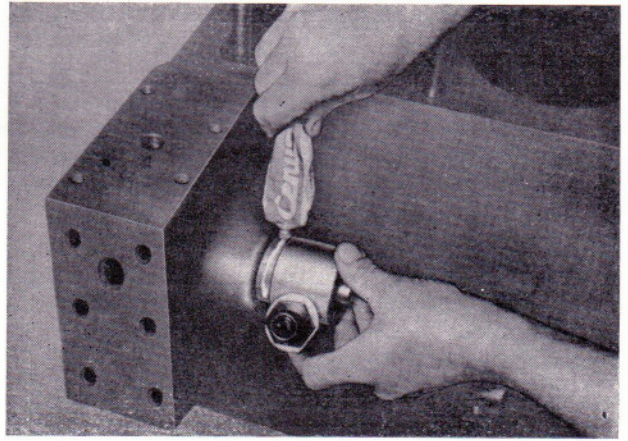

Bild 68
- Drehzahlmessergehäuse leicht einpassen und die Dichtfläche zwischen Drehzahlmesserantrieb und Kurbelgehäuse mit geeigneter Dichtmasse versehen (Bild 68).